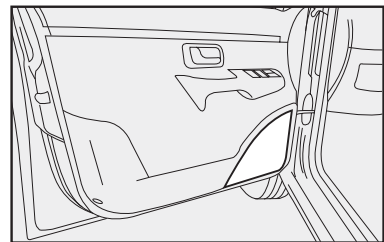

fig. 136
- alto-falantes na porta dianteira **fig. 136**.